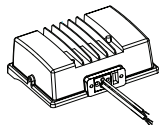

Fig. 4
- 2.) S'il existe un support de montage autre que le support en U (c'est-à-dire un support articulé), enlevez-le du luminaire (**Fig. 4**).